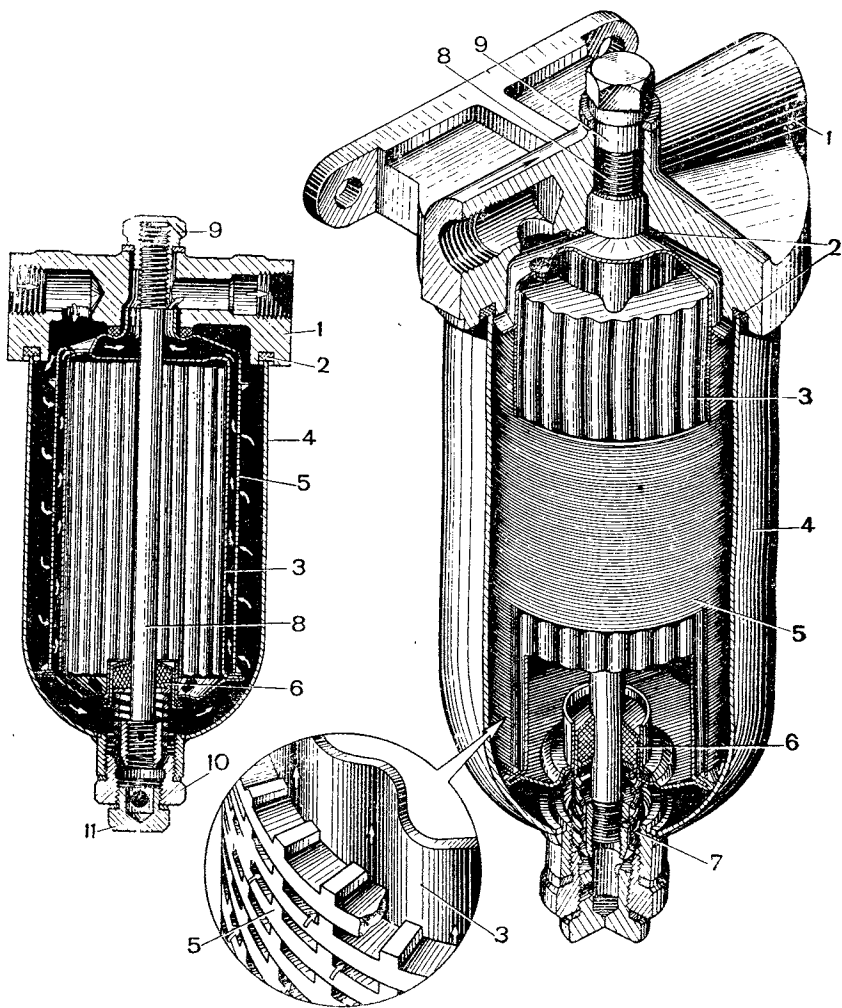

Рис. 101. Топливный фильтр грубой очистки:
**Топливный фильтр грубой очистки** (рис. 101) служит для предварительной очистки горючего от механических примесей перед поступлением его в топливоподкачивающий насос. Крепится он к кронштейну слева от сиденья механика-водителя.